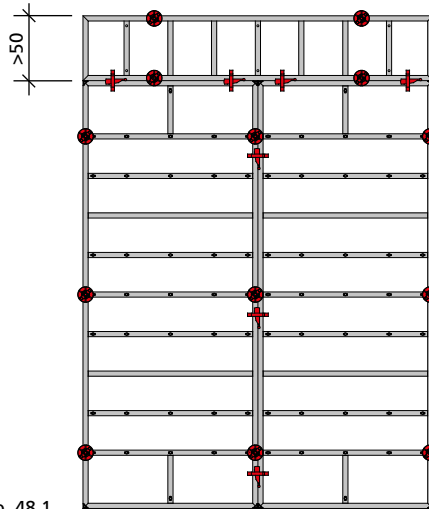

Abb. 48.1
■ Bei Aufstockung mit einem über 50 cm breiten Element ist durch alle Ankerstellen zu ankern (Abb. 48.1).